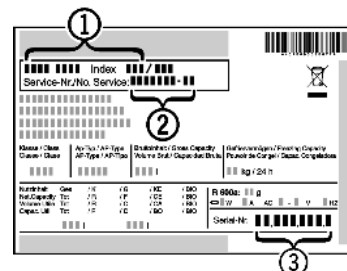

Fig. 12
- ▶ Denominación del aparato *Fig. 12 (1)*, nº del servicio técnico *Fig. 12 (2)* y nº de serie *Fig. 12 (3)* en la placa de identificación. La placa de identificación se encuentra en la parte interior izquierda del aparato.
- ▶ Informe al servicio postventa e indique el fallo, la denominación del aparato *Fig. 12 (1)*, el nº del servicio técnico *Fig. 12 (2)* y el nº de serie *Fig. 12 (3)* .